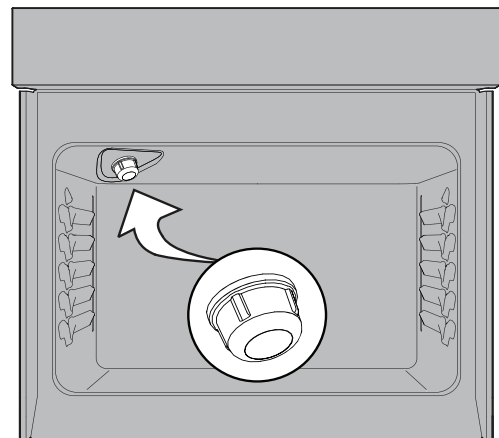

Figure 11: Lumière halogène du four
1. Retirer le capuchon et la tête de brûleur (voir Figure 11). Nettoyer à l'eau chaude savonneuse et sécher soigneusement.